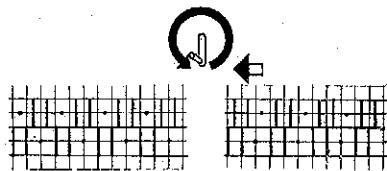

Fig. 80
**Posición de comienzo:** Palanca abajo, abrazaderas azules, monte 120 agujas como para K/K ahora, en la cama de enfrente, regrese la tercera y cada tercer aguja Posición Neutral y en la cama trasera regrese la primera y cada tercer aguja a Posición Neutral: 2:1, Fig. 80 a la izquierda. La norma de colocación de agujas se aplica sobre dos agujas de la orilla.
De una vuelta completa a la izquierda a la palanca de rafeo para obtener la posición de montaje, Fig. 80 a la derecha.
**Después de la sexta vuelta** de una vuelta completa a la palanca de rafeo a la derecha para obtener la posición básica, Fig. 80 a la izquierda, ponga los carros en N, TP 3. Teja 40 vueltas y tire el tejido.